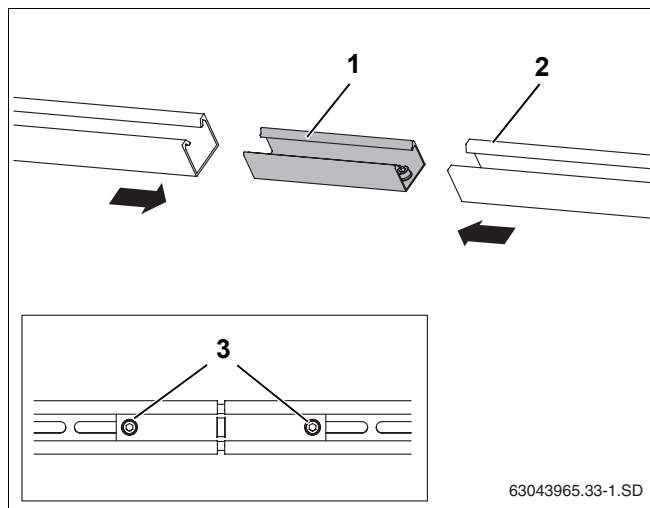

Fig. 31 Îmbinarea șinelor profilate
- Elementul de îmbinare (Fig. 31, **Poz. 1**) se introduce până la opritor în ambele șine profilate (Fig. 31, **Poz. 2**).
- Pentru fixare, se strâng cele două prezoane premontate M10 (Fig. 31, **Poz. 3**) în elementul de legătură, cu cheia SW5.